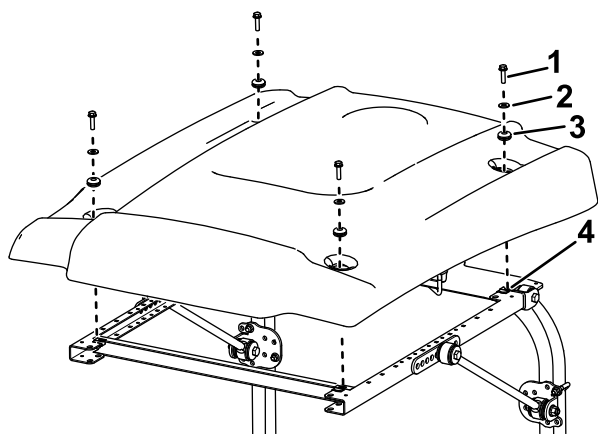

Figura 35
- Durante l'allineamento dei fori di montaggio, posizionate il parasole sul telaio come mostrato in Figura 35.
- Montate, senza serrarlo, ciascun angolo del parasole sul telaio con un bullone a testa flangiata (5/16" x 1") con una rondella piccola e un gommino (Figura 35).